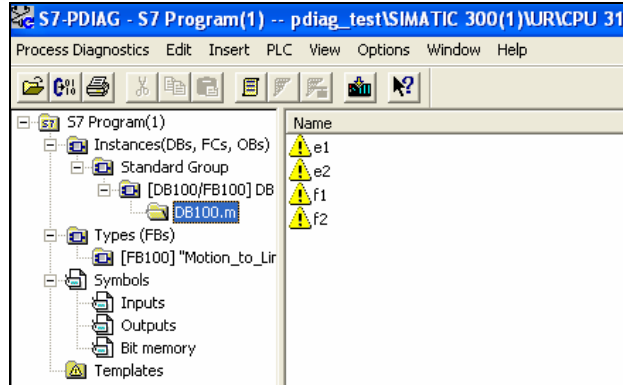

图 10 过程诊断配置界面
2) 选择 BLOCK 文件夹，点击“Options” -> “Configure Process Diagnostics”命令进入过程诊断配置界面如图 10 所示：